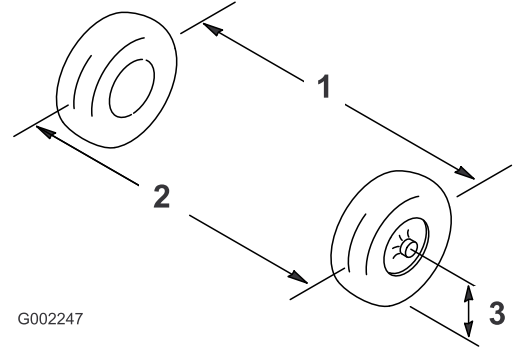

図 64
2. 前輪の前と後ろで、左右のタイヤの中央線間距離を測る計測はアクスルの高さで行う(図 64)。